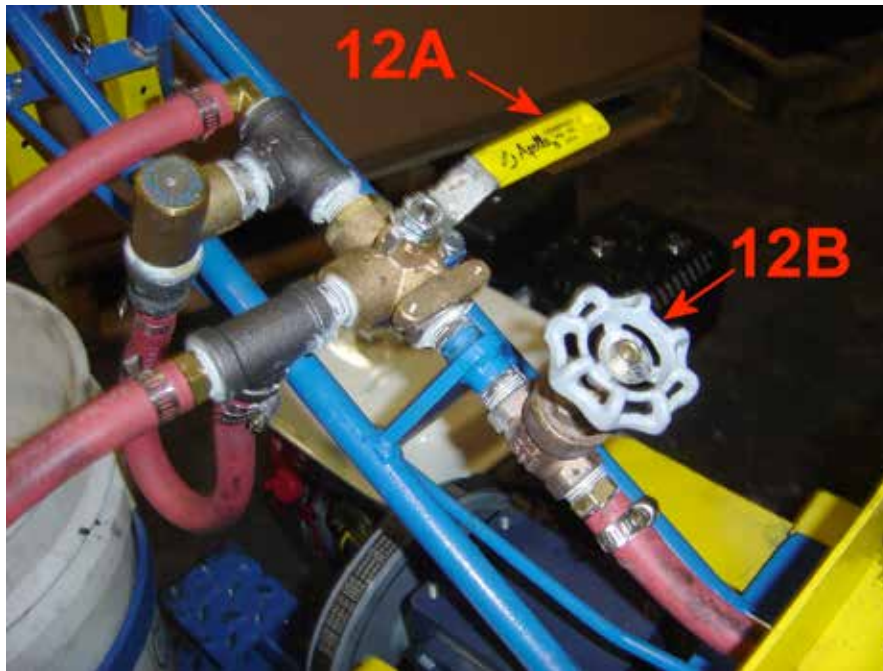

Figura 12 Disposición del sistema de pegamento
1. El sistema de pegamento funciona mediante una bomba de desplazamiento positivo impulsada por correa. La bomba se alimenta a través de un caño que se deja caer dentro de un cubo de pegamento. La bomba de pegamento alimenta el panel de control del operador (figura 12). La válvula de 3 vías (12A) dirige el flujo de pegamento. El caudal es controlado por la válvula de compuerta (12B).